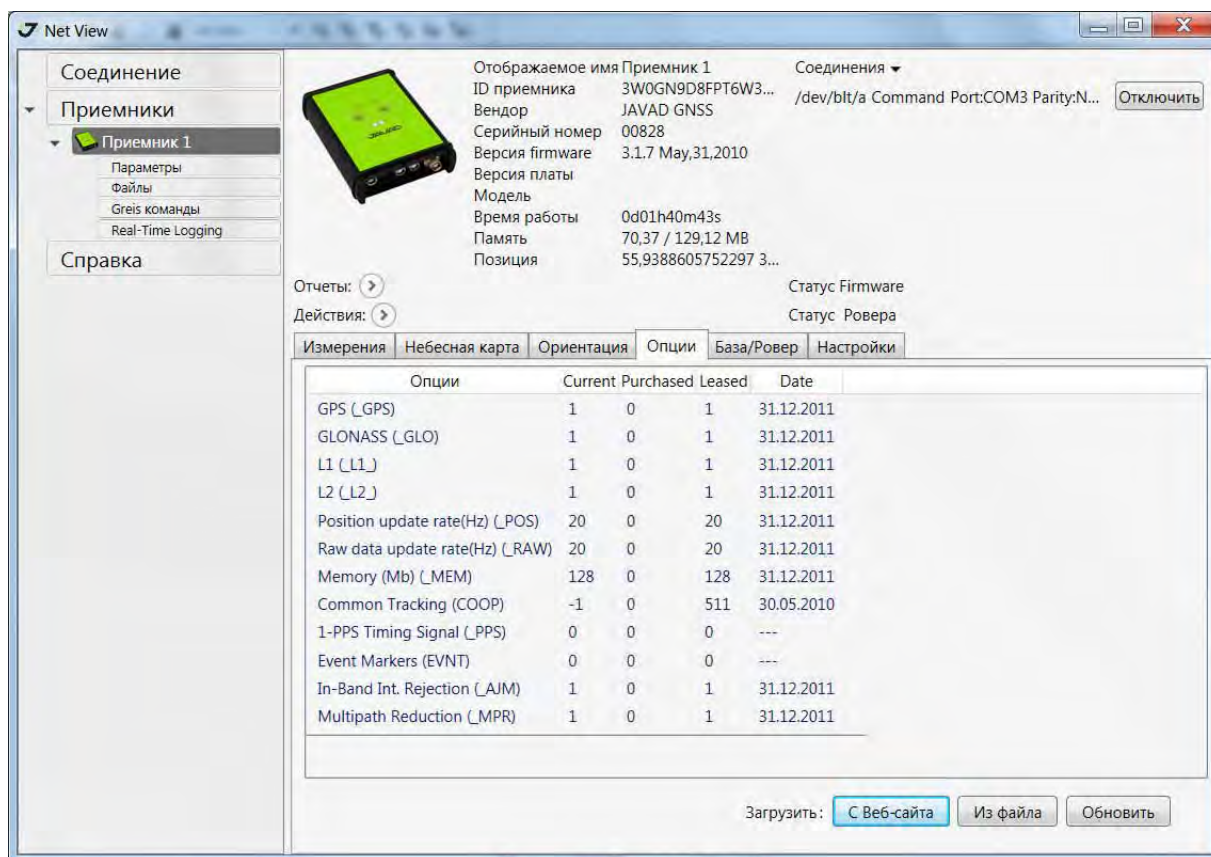

Рисунок 8. Закладка Опции
3. С помощью окна *Опции* можно узнать, какие опции активированы, а какие отключены для данного приемника; произвести модернизацию опций приемника, загрузив новый файл OAF (файл с расширением .jro) (Рис. 8 на стр. 42).
4. Чтобы загрузить новые опции, нажмите на кнопку загрузить *Из файла*, выберите файл опций. *Обновить* – обновить окно (Рис. 8).